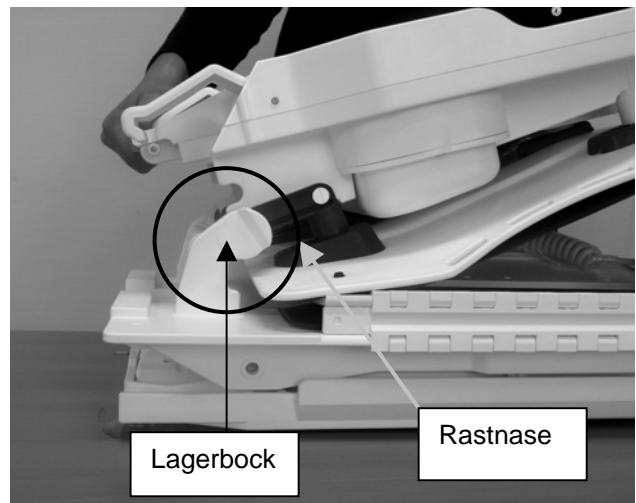

Bild 2
4. Die Rückenlehne auf das Sitzgestell in der Badewanne legen. Danach die Rückenlehne, wie in Bild 2 gezeigt, mit ihren Rastnasen in die Lagerböcke des Sitzgestelles einführen.